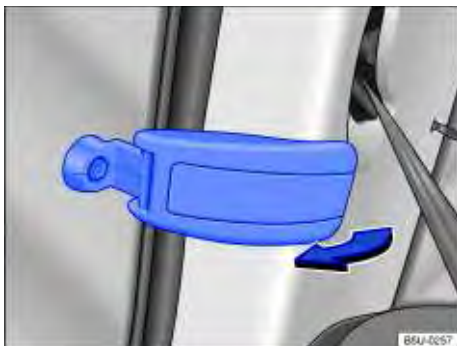

Fig. 35 Abrir o vidro basculante traseiro.
- Puxar a alavanca de travamento do vidro no sentido da seta ⇒ Fig. 35.